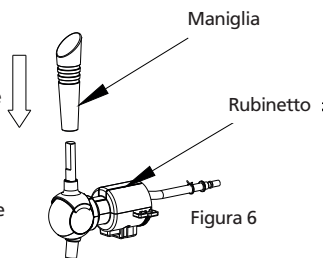

Figura 6
2. Fissaggio della maniglia al rubinetto di erogazione (Figura 6)